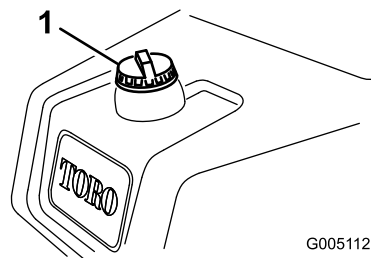

図 19
1. 燃料キャップ（図 19）の周囲をきれいに拭いてキャップ外す。